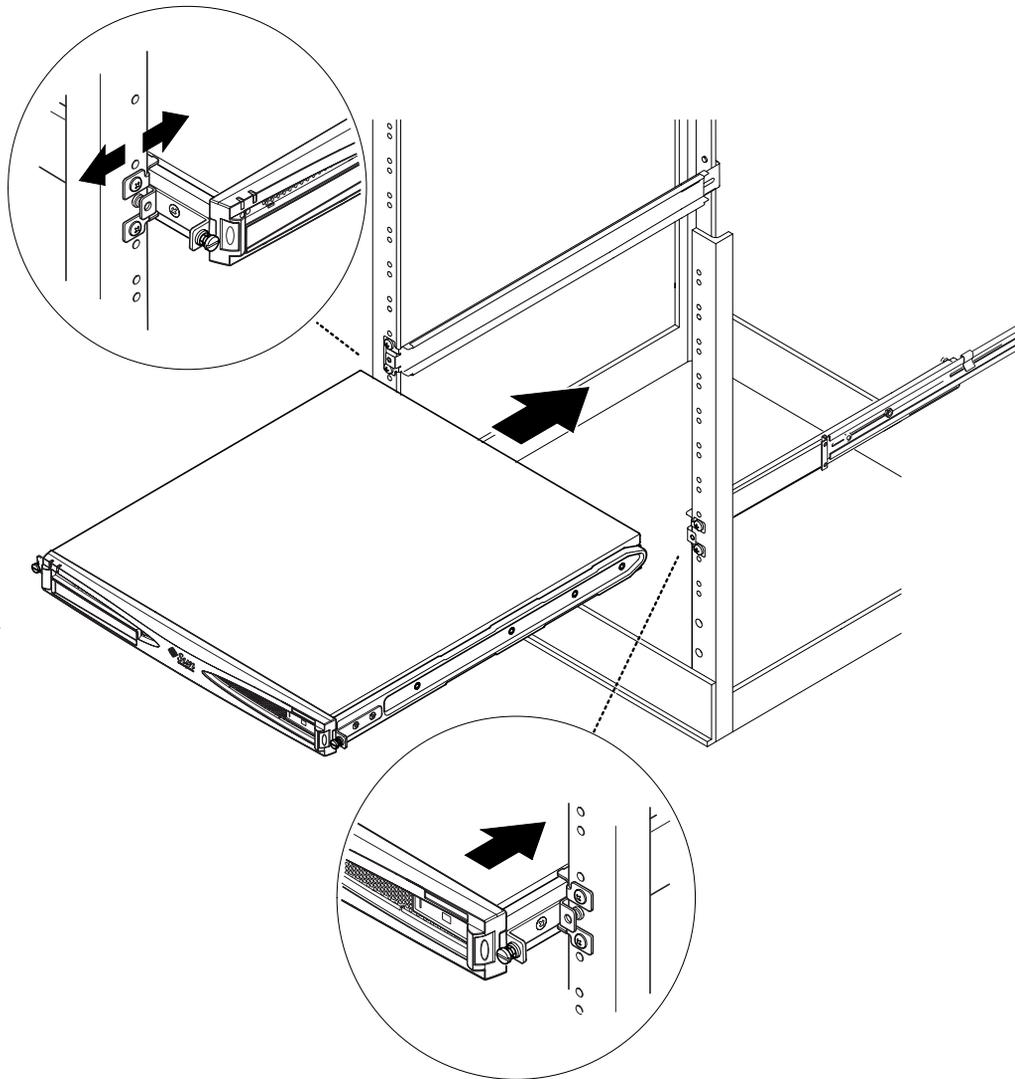

FIGURE 5-7 Insertion par glissement du serveur dans un châssis standard de 19 pouces
7. Insérez le serveur dans le châssis en le faisant glisser (voir la FIGURE 5-7).